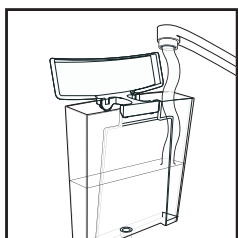

Рис. 1
- **Внимание!** **Перед первым использованием кофеварки извлеките красную резиновую пробку из резервуара для воды (16).**
- Снимите емкость (16), наполните ее холодной водой до отметки МАХ и установите на место (рис.1).